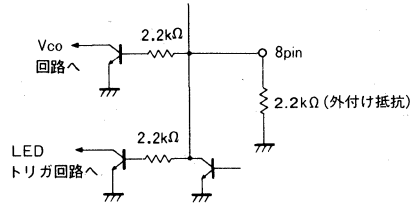

Fig.29
c) 8pinをVCCへ接続する際には，10~50kΩ程度の抵抗を通して行ってください。Fig.29のような回路構成にな